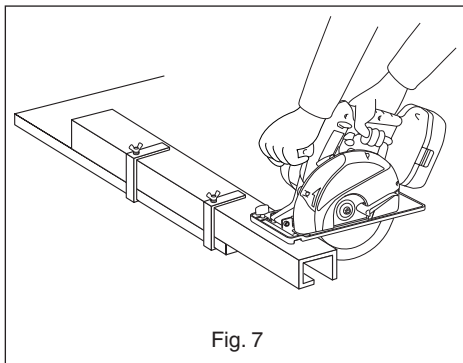

Fig. 7
- La figure 7 montre la position de sciage correcte.